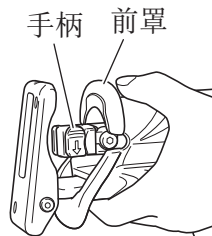

图 1
- (1) 打开、关闭开关按钮数次以致手柄从前盖完全弹出。然后，松开扳机并拔出电源插头。(图 1)
- 请勿拆下前罩。(参照第 6 页的图 1)